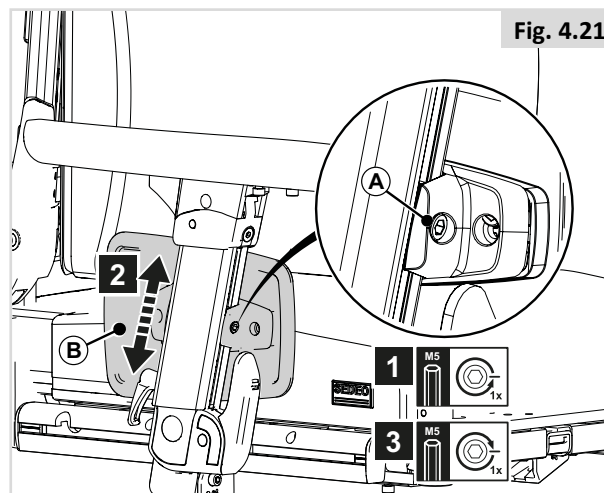

Fig. 4.21
**Altura del protector lateral (Fig. 4.21)**
1. Afloje (A) una vuelta.
2. Ajuste (B) en la posición deseada.
3. Apriete (A).